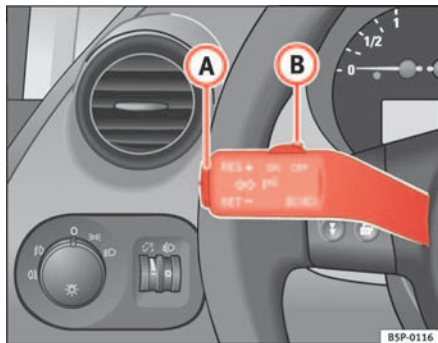

Abb. 141 Blinker- und Fernlichthebel: Schalter und Wippe für die GRA
- Schieben Sie den Schalter ⇒ Abb. 141 (B) nach links auf **ON**.